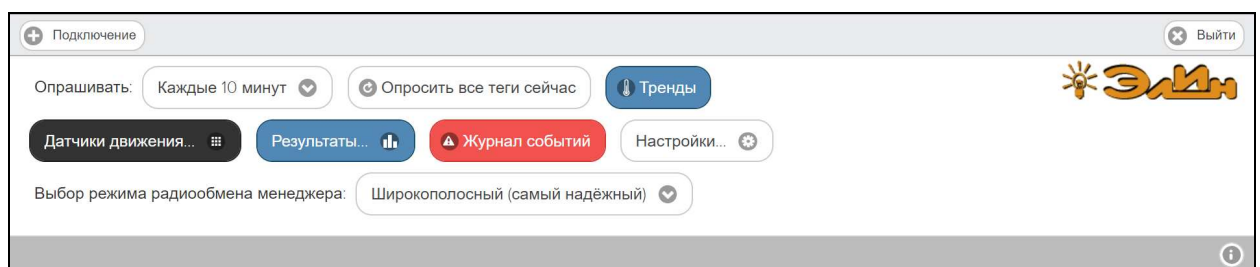

Рисунок 2.16 – Разводящее окно веб-сервиса WST_WebUI.
Сразу после регистрации первого менеджера открывается главное окно сервиса WST_WebUI или, по-другому, *разводящее* окно (см. рисунок 2.16). Из этого окна также производится непосредственно подключение тегов к конкретному менеджеру.
1) Нажмите кнопку [Подключение], находящуюся в левом верхнем углу разводящего окна (см. рисунок 2.16), в результате на экран выводится окно “Подключение беспроводного тега”;